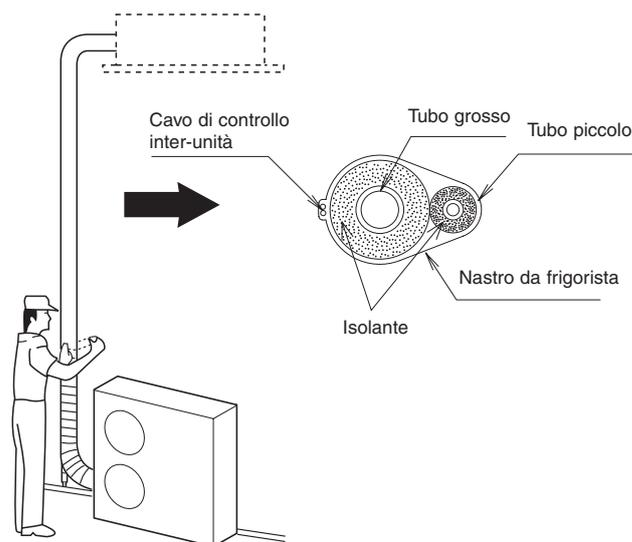

Fig. 7-12
- (1) A questo punto, i tubi del refrigerante (e i cavi elettrici, se i codici locali lo permettono) vanno avvolti assieme in un fascio con nastro da frigorista. Per evitare che la condensa tracimi dalla vaschetta di scarico, tenere il tubo flessibile di scarico separato dalla tubazione del refrigerante.
- (2) Avvolgere il nastro da frigorista dalla parte inferiore dell'unità esterna alla parte superiore della tubazione, nel punto in cui entra nella parete. Ogni giro di nastro deve sovrapporsi sino a circa metà del giro di nastro precedente.
- (3) Fissare il fascio di tubazioni alla parete, utilizzando 1 fascetta più o meno ogni metro (fig. 7-12).